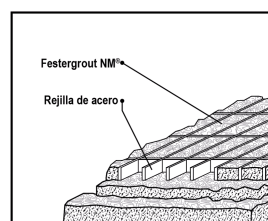

Fig 7. Piso extra reforzado
- Pisos de concreto extra-reforzados (fig. 7)